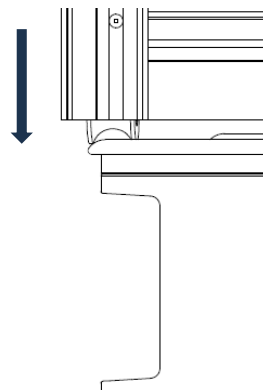

Abb.32
- die Schiebetür hochdrücken und senkrecht auf die Laufschiene stellen. (Abb. 32)